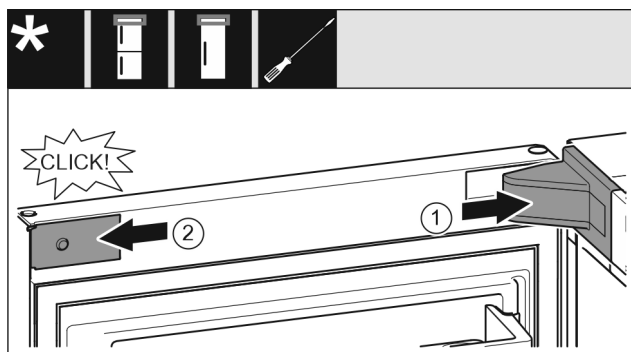

Fig. 27
- Lagerbockabdeckung Fig. 27 (1) aufsetzen und einrasten, ggf. vorsichtig auseinanderdrücken.
- Blende Fig. 27 (2) seitlich ansetzen und einrasten.